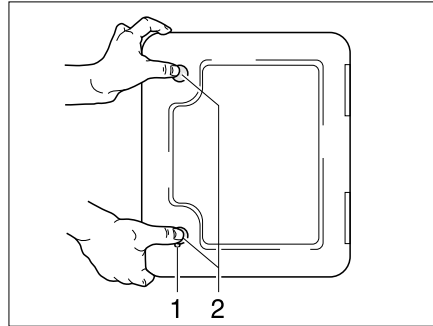

Bild 167 Klappe für die Toiletten-Kassette
- Die Klappe für die Kassette außen am Fahrzeug öffnen. Dazu den Schlüssel in den Schließzylinder des Druckschlösses (Bild 167,1) stecken und eine viertel Umdrehung drehen.
- Beide Druckschlösser (Bild 167,2) gleichzeitig mit dem Daumen drücken und die Klappe für die Kassette öffnen.